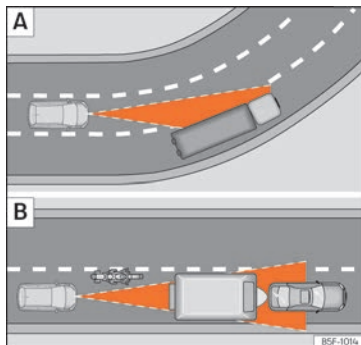

Fig. 238 **A)** Veicolo in curva. **B)** Motociclista che circola anteriormente fuori dal raggio d'azione del sensore radar.
Quando si entra o si esce da una curva, il sensore radar potrebbe smettere di rilevare il veicolo che circola anteriormente o reagire ad un veicolo situato nella corsia contigua » **fig. 238** **A**. È possibile che il veicolo freni anche se non necessario o cessi di reagire in base al veicolo che precede. In questo caso, il conducente deve intervenire accelerando o fermando la frenata premendo il freno o spingendo la terza leva nella posizione **CANCEL** » **fig. 235** ③.
Il sensore radar può rilevare veicoli stretti o che circolano non allineati solo quando entrano nel suo raggio di azione » **fig. 238** **B**. In questi casi, se necessario, frenare.